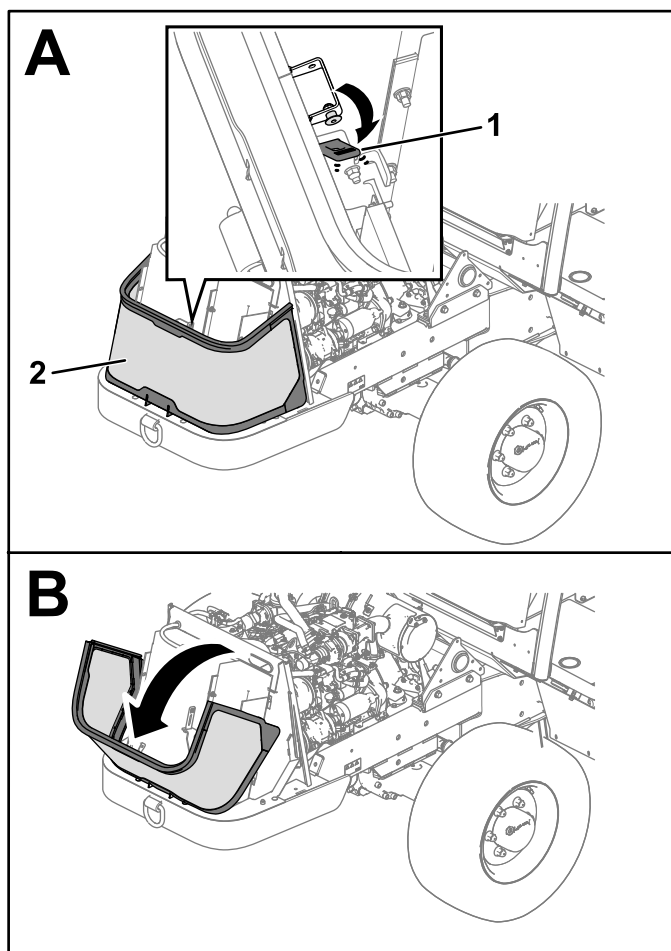

Bild 109
2. Senken Sie das vordere Gitter ab, indem Sie den Haltegurt (Bild 109) lösen.